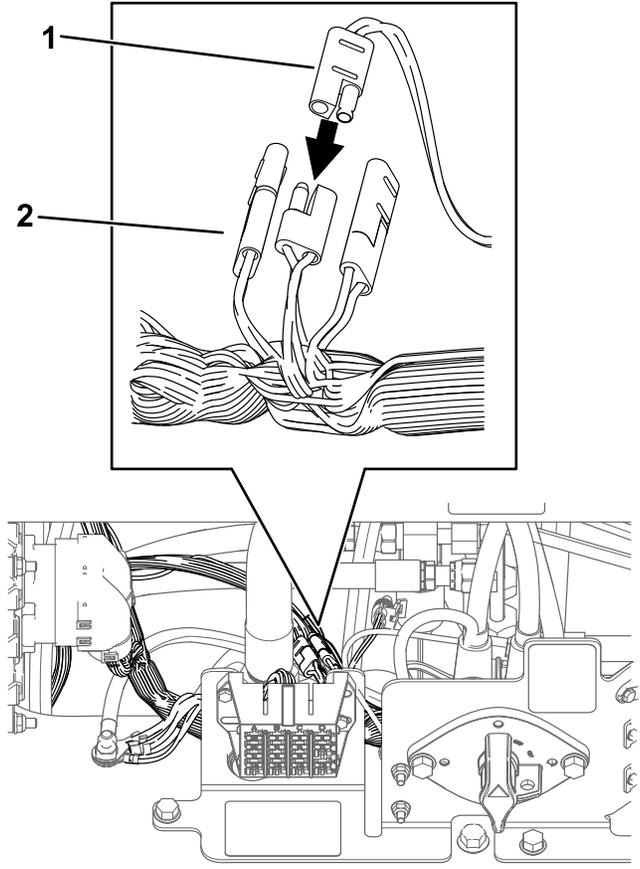

Рисунок 8
- 4. Снимите заглушку с разъема для принадлежностей на жгуте проводов машины (P50, P75 или P76) и вставьте в этот разъем жгут проводов из комплекта (Рисунок 8).